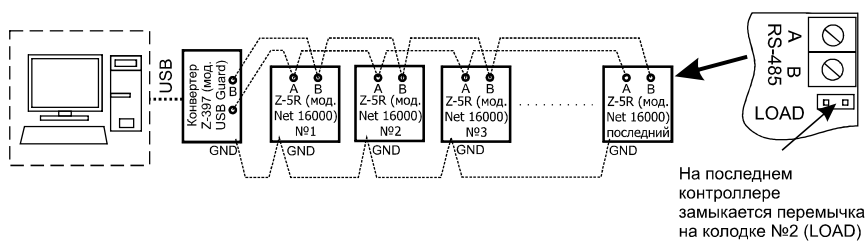

Рис.5 Вариант подключения контроллеров к ПК при работе в сетевом режиме
На рис.5 приведён вариант подключения контроллеров к ПК. Термин "последний" означает, что контроллер является физически последним в линии связи. Изначально все контроллеры имеют сетевой адрес "1". **Внимание!** Некоторые программы требуют отдельной процедуры настройки сетевого адреса.
**Б.** Вход - по картам стандарта EM-Marine, выход - с помощью кнопки открывания замка (см. рис.5):